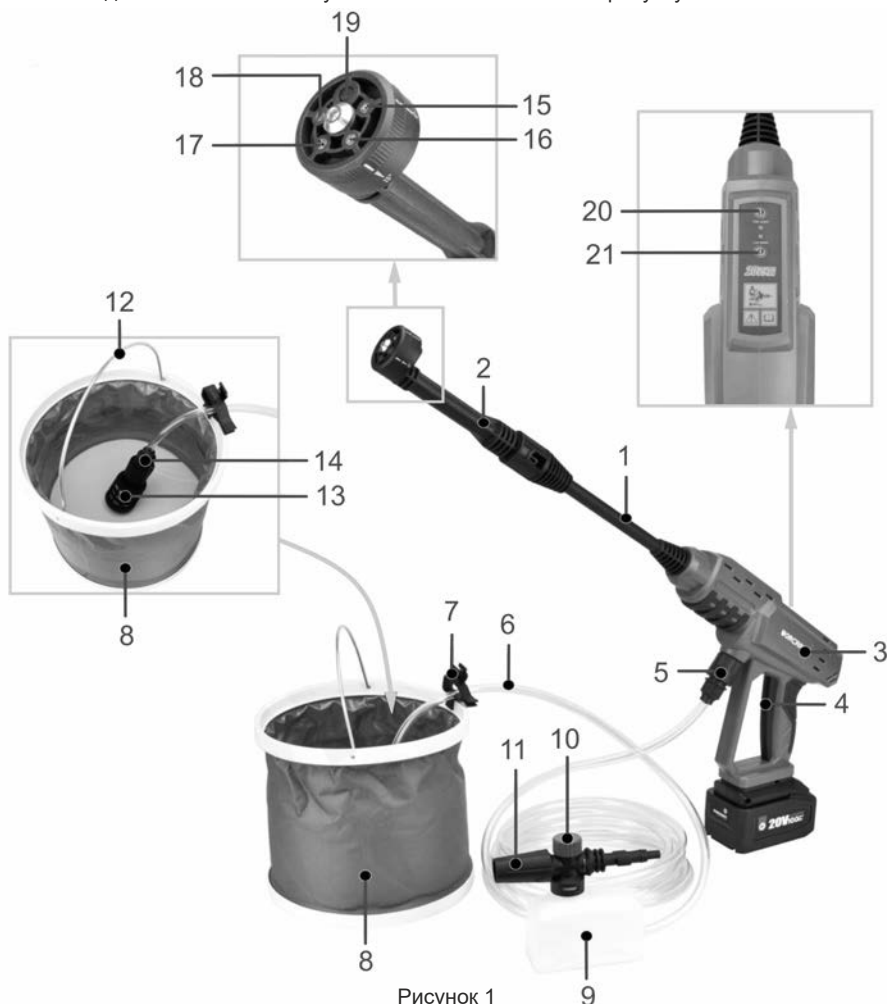

Рисунок 1
Для багатоструменевої насадки (2, рисунок 1) є два способи під'єднання. Перший спосіб полягає в тому, щоб трубку з насадкою монтувати безпосередньо на пристрої (пістолеті), другий спосіб – на пристрій монтувати подовжувальну трубку (1, рисунок 1), а до неї трубку з насадкою. В обох способах для монтажу вирівняйте виступи на подовжувальній трубці (або трубці струменевої насадки) з пазами на пістолеті (подовжувальній трубці), з осьовим натискуванням вставте один в одне і поверніть проти годинникової стрілки до щільної фіксації, після цього відпустіть трубку.
Для приєднання шланга подачі води до пристрою надіньте з'єднувальну головку швидкознімного конектора (5, рисунок 1) на вхідний штуцер пристрою. Чутне клацання означає, що конектор надійно зафіксований. Щоб від'єднати шланг, потягніть стопорне кільце конектора у бік шланга, а потім витягніть з'єднувальну головку конектора.
При роботі відрегулюйте потрібну витрату мийного засобу регулятором (10, рисунок 1), а орієнтація струменя піни регулятором наконечника насадки (11, рисунок 1).
- Щоб увімкнути акумуляторну мийку, натисніть пускову клавішу (4, рисунок 1). Щоб вимкнути, відпустіть пускову клавішу.